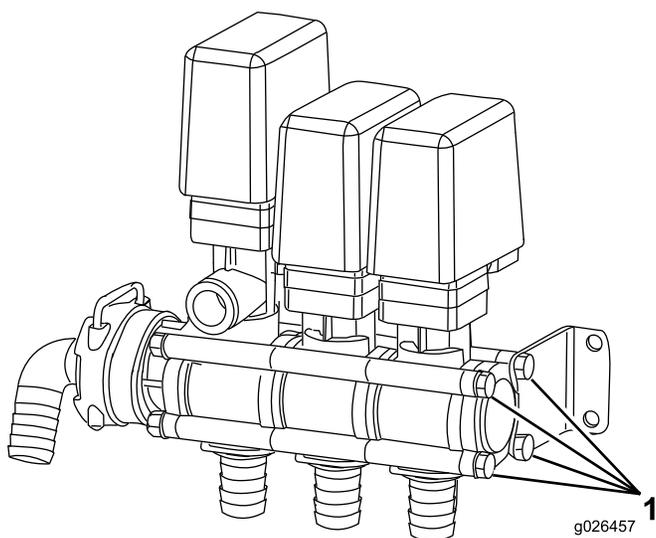

Figure 3
- Retirez avec précaution les boulons traversants et démontez le bloc de vannes (Figure 3).